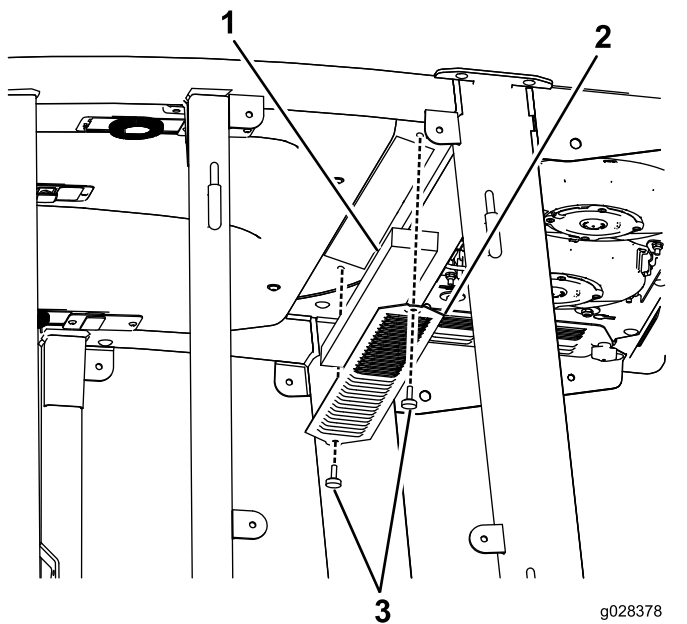

Bild 55
1. Nehmen Sie die Schrauben und Gitter von den internen und hinteren Kabinenfiltern ab (**Bild 55**).